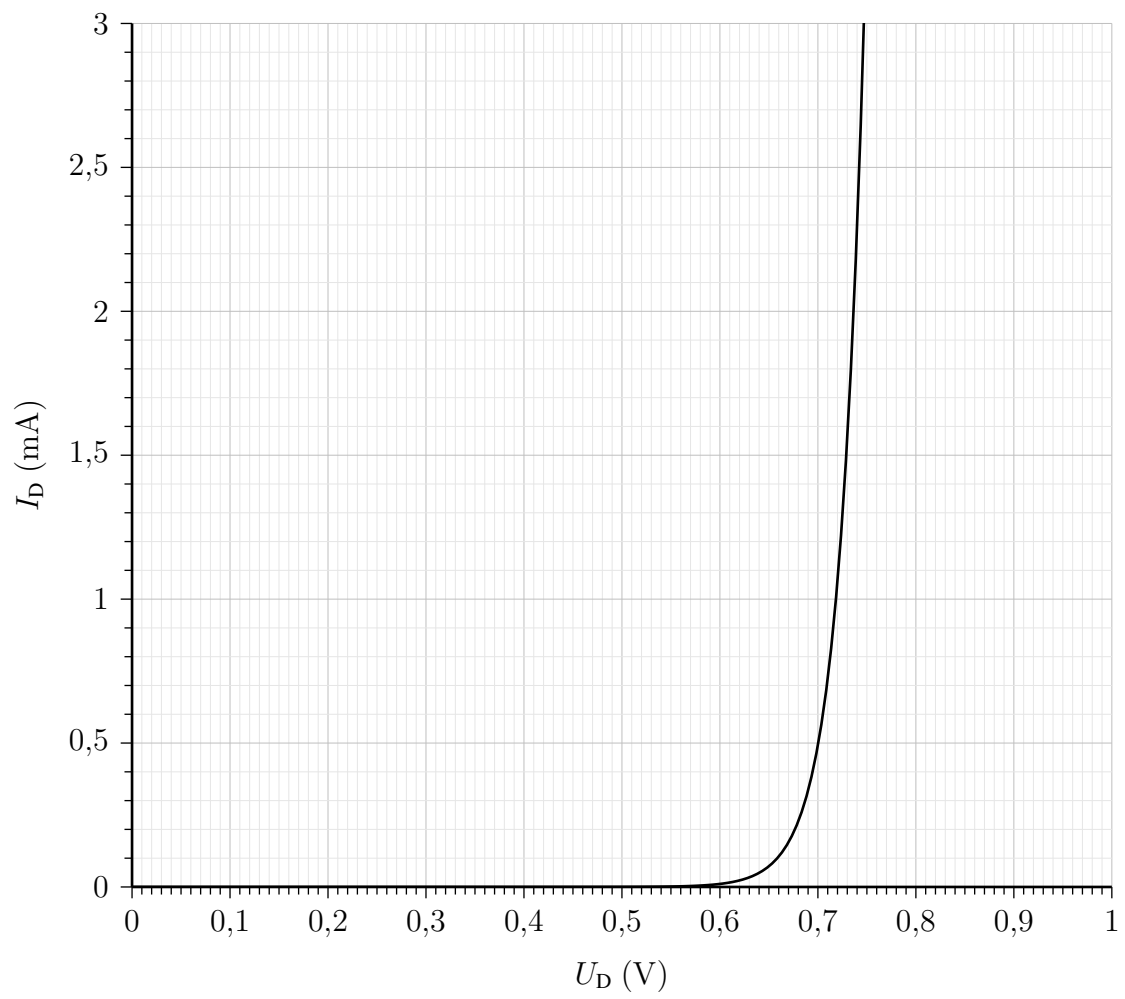

Abbildung 5: I-U Kennlinie der idealen Diode.
a) Bestimmen Sie den Arbeitspunkt der Diode graphisch und nutzen Sie hierfür die Diodenkennlinie aus Abbildung 5.